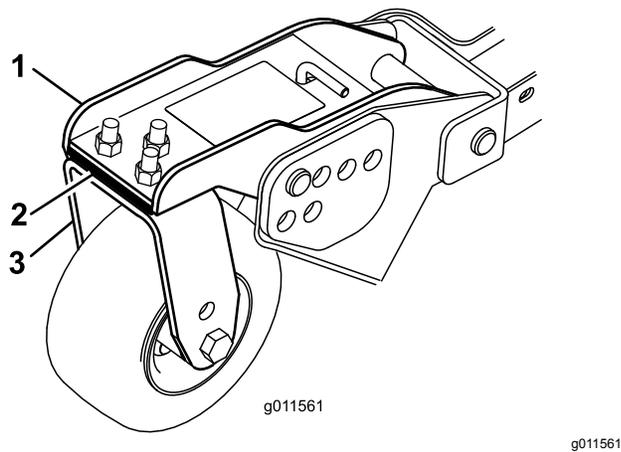

Bild 28
Drehen Sie das Messer jeder Spindel, bis die Enden nach vorne und hinten zeigen. Messen Sie die Entfernung vom Boden bis zur vorderen Spitze der Schnittkante. Stellen Sie die 3mm-Beilagscheiben an den vorderen Laufradarmen auf die entsprechende Schnitthöhe auf dem Aufkleber ein (Bild 28). Weitere Informationen zur äußeren Spindel finden Sie unter Einstellen der Mähwerkneigung \(Seite 59\).
3. Wenn die innere Schnittkante des Seitenmähwerks im Verhältnis zur äußeren Kante des Frontmähwerks zu hoch ist, entfernen Sie eine Beilagscheibe (3 mm) von der Unterseite des vorderen inneren Laufradarms am Seitenmähwerk (**Bild 28**). Prüfen Sie den Wert zwischen den äußeren Kanten beider Seitenmähwerke sowie der inneren Kante des